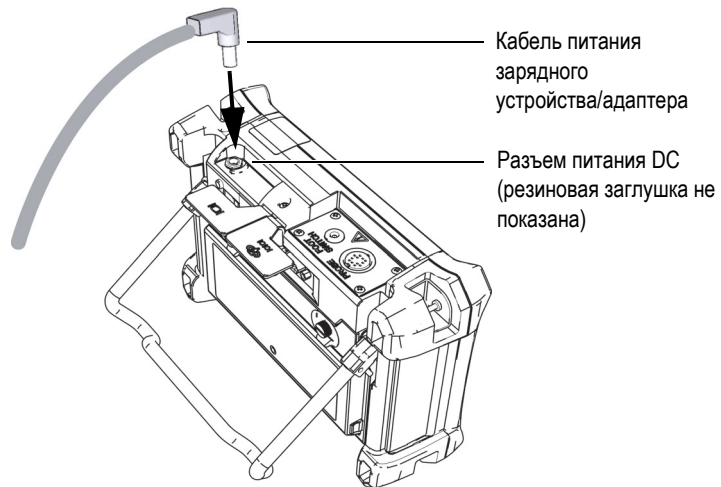

Рис. 1-9 Подключение к разъему электропитания
3. Подключите шнур питания постоянного тока через адаптер к разъему питания DC Magna-Mike 8600 (см. Рис. 1-9 на стр. 28).